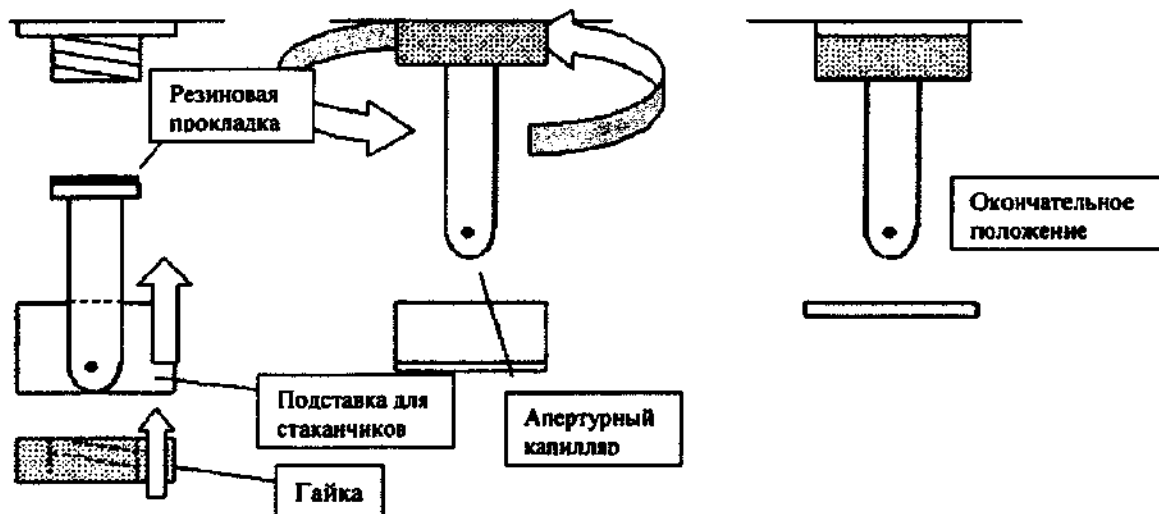

Рис. 7
- Вставьте апертурную трубку в ее держатель, как показано на рис. 7.